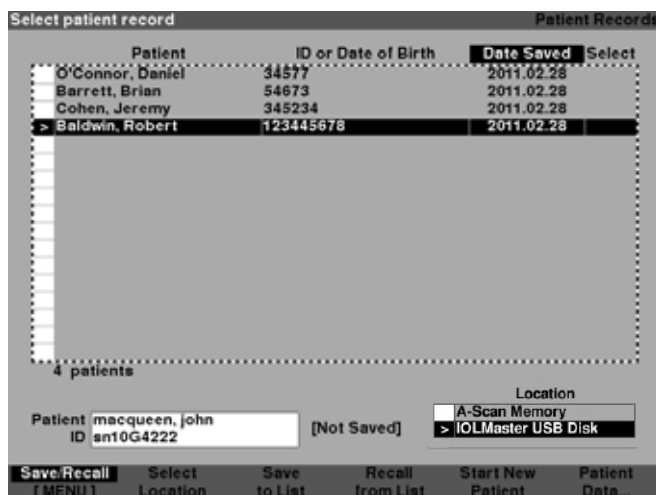

Figura 3-29 Registro de paciente armazenado
1. Pressione o botão “Patient Records” (Registros de paciente) localizado à direita do instrumento. O instrumento mostrará a tela de Registro do paciente, conforme mostrado na Figura 3-29 na próxima página.